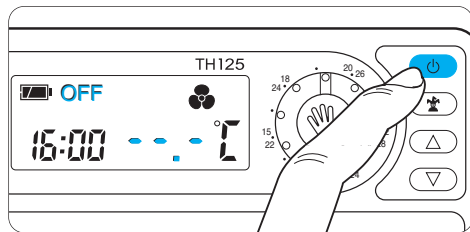

Fig. 37
11.1 - Premere una volta il pulsante  (fig.37).